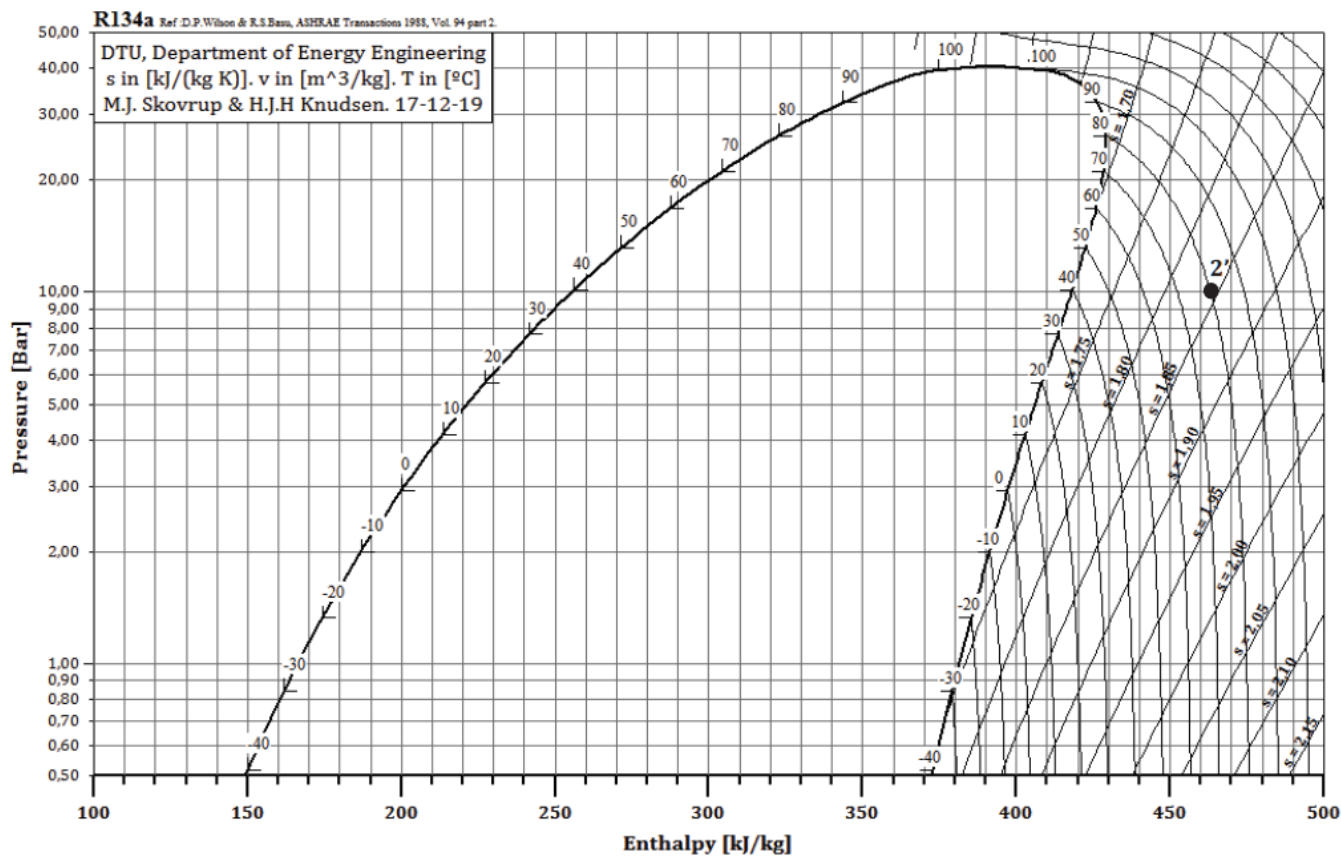

Figure 2
4. Placer les points correspondant aux états 1, 2s, 3 et 4 dans les diagrammes $P(h)$ du fluide R134a en annexe (figures 2)